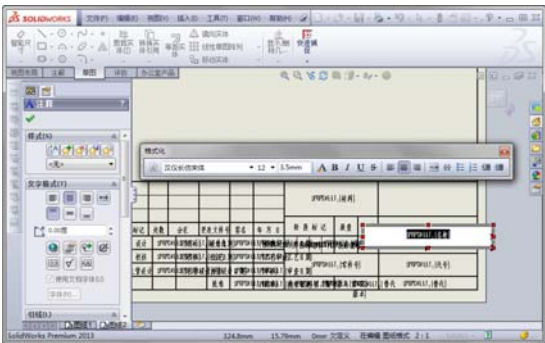

图 9-4 [注释]属性管理器
3. 双击标题栏中的文字，即可修改文字。同时在[注释]属性管理器的[文字格式]栏(图9-4)中可以修改对齐方式、文字旋转角度和字体等属性。